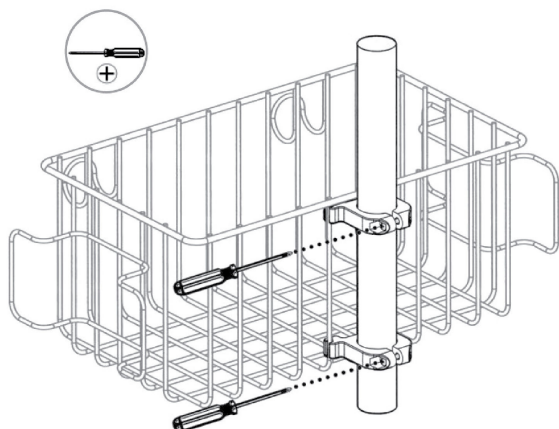

Figure 5 ■ Figure 5 ■ Abbildung 5 ■ Figura 5 ■ Figura 5
■ Afbeelding 5 ■ Figur 5 ■ Figur 5 ■ Εικόνα 5 ■ Figura 5
■ Obrázek 5 ■ 5. ábra ■ Rysunek 5 ■ Obrázok 5 ■ Figur 5
■ 5. attēls. ■ Şekil 5 ■ Рис. 5 ■ Slika 5 ■ Slika 5